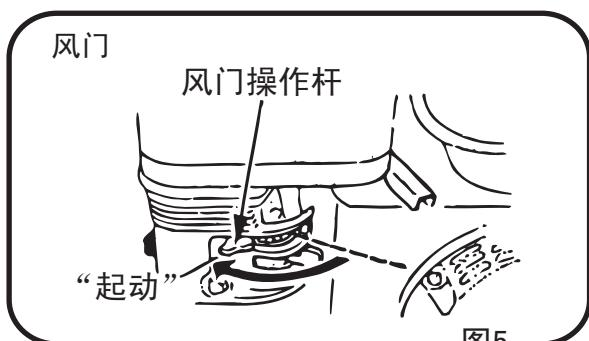

图5
3. 寒冷时或是发动机难以起动时，要将风门操作杆打到‘起动’的位置。发动机处于热机状态时，不需上述操作。(图 5)